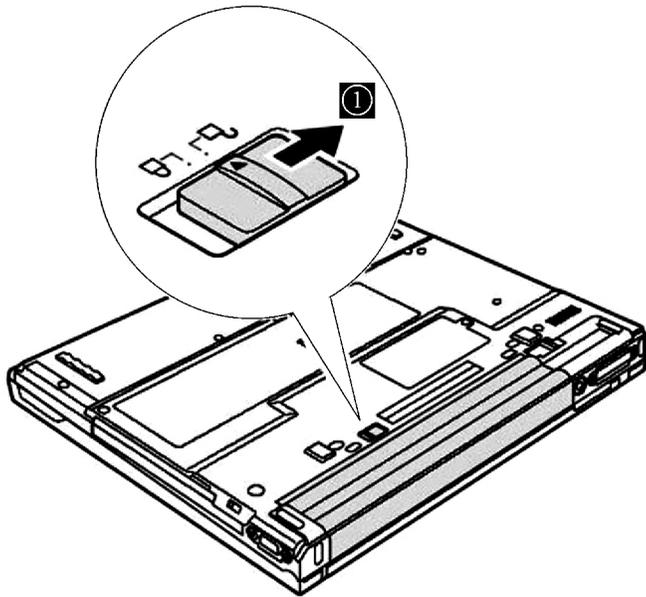

图 2-59 拨开电池固定卡子
- 1) 如图 2-59 所示，将电池锁定卡子向箭头“①”所示位置拉。